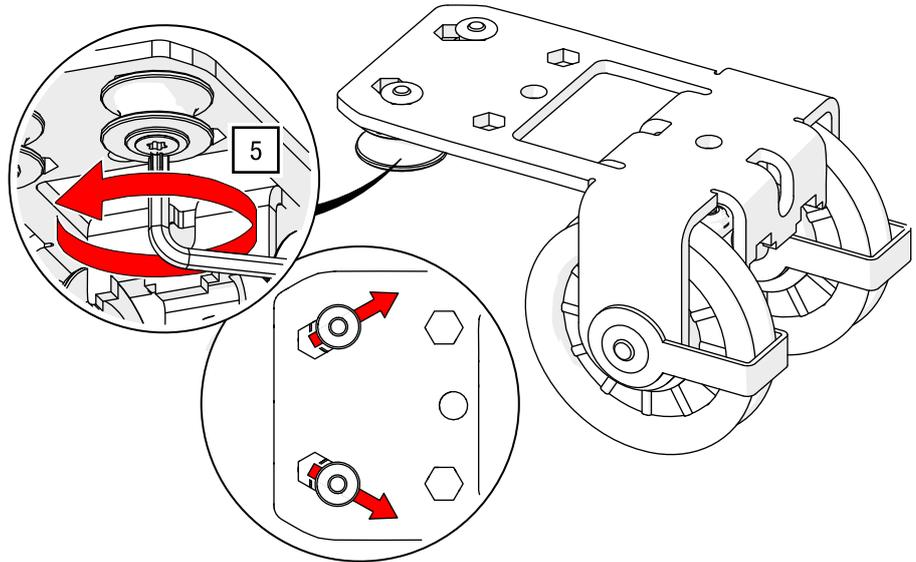

Abb. 77: Seitliche Seilführung – Ableitrolle SSF vormontieren
5. Positionieren Sie die Führungsrollen an der Ableitrolle auf die dargestellten Positionen mit einem TORX®-Schlüssel T30 (siehe Abb. 77).